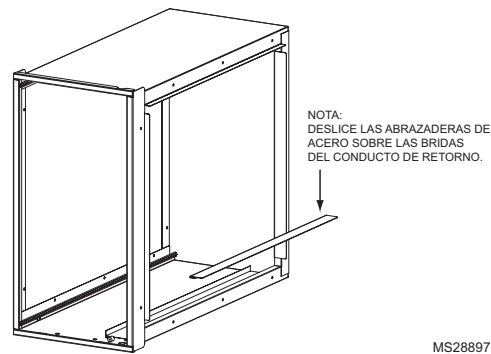

Fig. 10. Uso de los adaptadores para el conducto de retorno.
- d. Coloque el gabinete entre el equipo de calefacción y el conducto de aire de retorno (ver Fig. 7 en la página 10, Fig. 8 en la página 11, Figura 9 y Fig. 10 en la página 13). Es posible que necesite un conducto de transición.
- f. Se incluyen adaptadores para el conducto de aire de retorno, para mayor conveniencia del instalador. Deberán utilizarse para conectar el lateral superior del gabinete del limpiador de aire mejorado Honeywell al conducto de aire de retorno (ver Fig. 10).